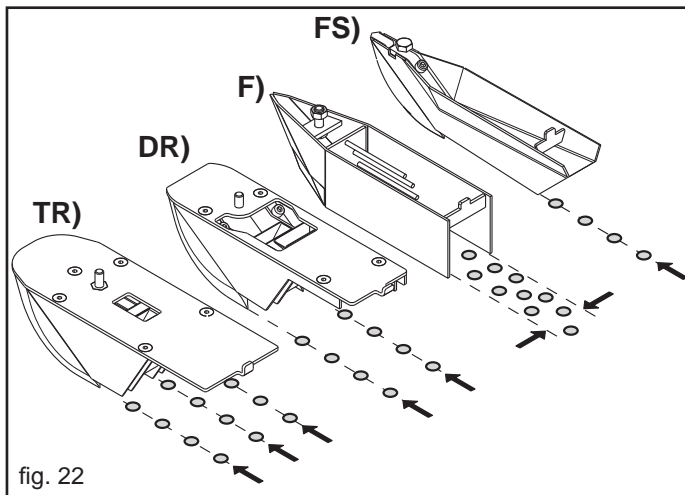

fig. 22
La scelta è determinata dalla disposizione del seme (Fig. 22):
Nel caso di semina con falcone DR (Fig. 22), saranno utilizzati due micro-selettori.
N.B.: Usando una configurazione a tripla fila (TR, Fig. 22), disinserire i micro selettori.